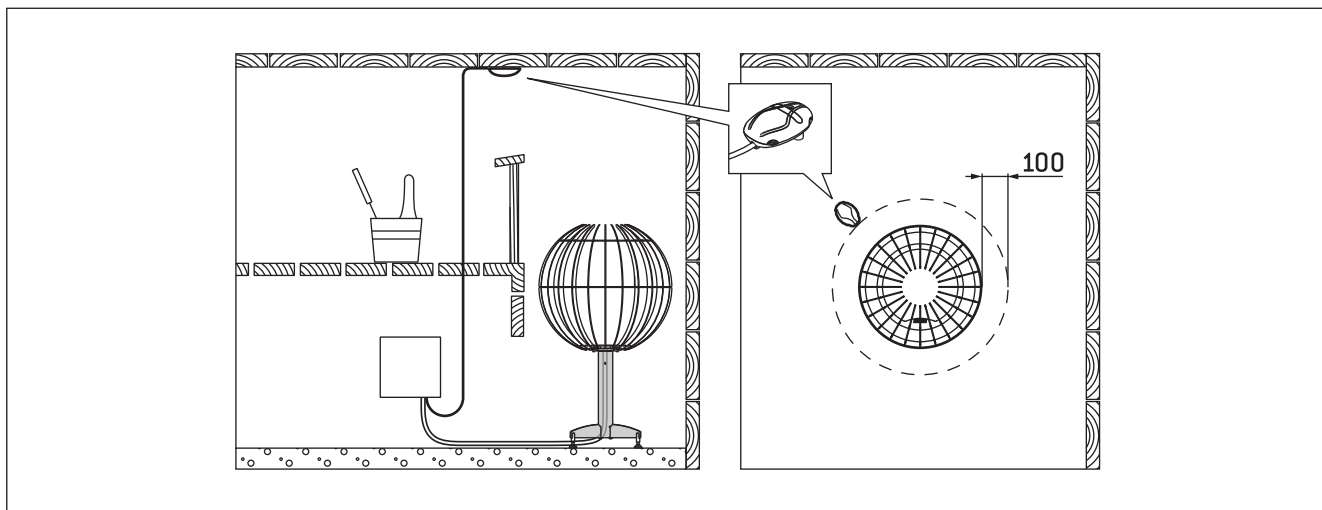

Рисунок 6. Установка температурного датчика (все размеры приведены в миллиметрах)
- **GL:** Установите датчик на стену сауны, как показано на рис. 6. Вставьте кабель датчика в разъем нагревателя по принципу цветového соответствия.
- **GL-E:** Установите датчик (WX248 поставляется вместе с каменкой) на стену сауны, как показано на рис. 6.
**Датчик следует устанавливать в место, указанное в данной инструкции (рис. 6). Если не соблюдается минимальное расстояние, следует переместить вентиляцию.**